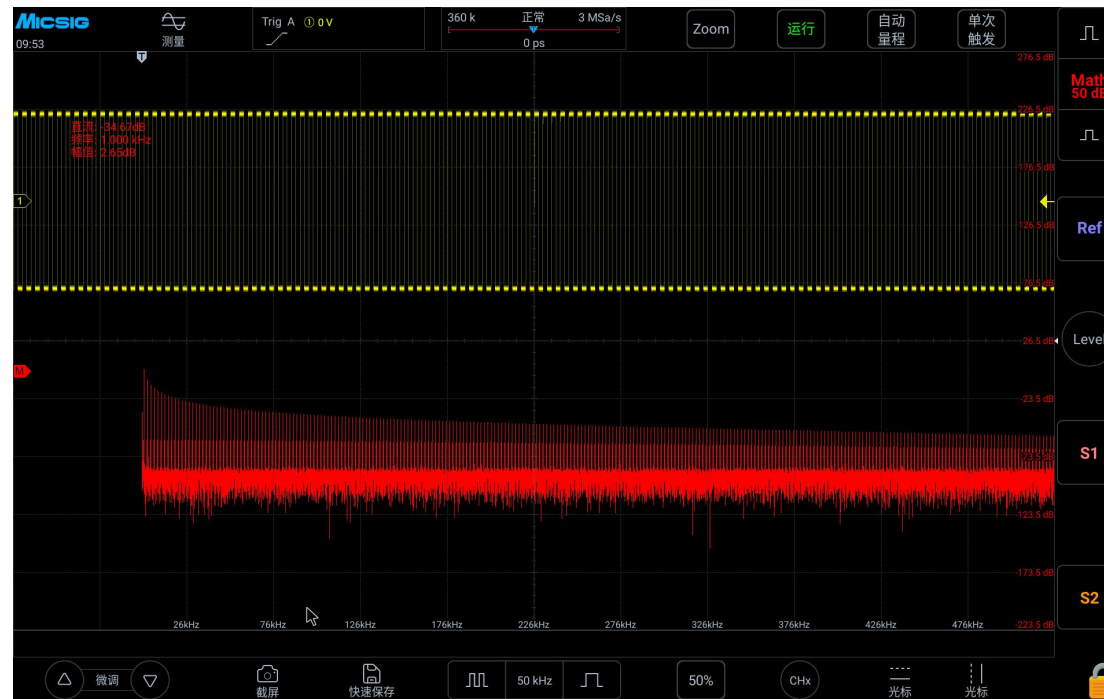

图 8-3 FFT 窗口
- 2) 轻点 **FFT** 频谱类型“线/分贝”，打开 FFT 窗口（见图 8-3 FFT 窗口）。